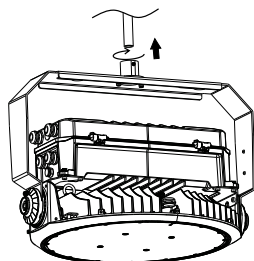

Fig. 34
4. Visser le montage suspendu sur un conduit de $\frac{3}{4}$ po (non fourni, Fig. 34).